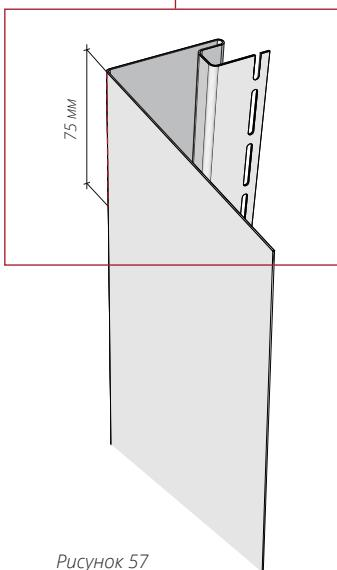
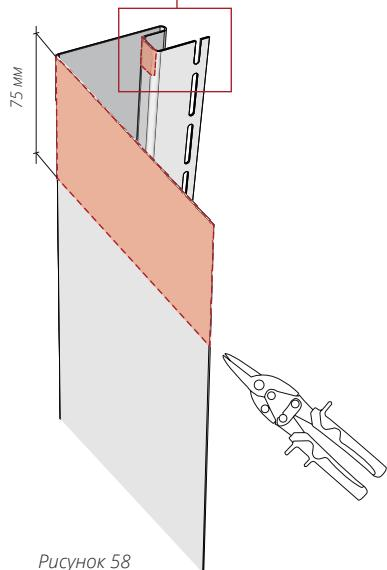
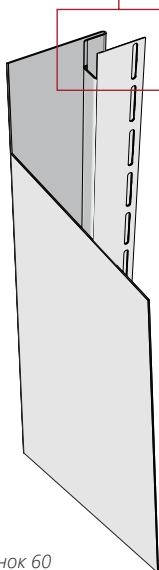

Рисунок 57
Рисунок 58
Рисунок 60
- 15.13** Сделайте разметку с последующим подрезом согласно рис. 57, рез должен проходить по середине загиба. Далее отмерьте и подрежьте широкую часть околооконной планки согласно рис. 58, произведите вырез паза околооконной планки согласно рис. 59. Готовый результат на рис. 60.